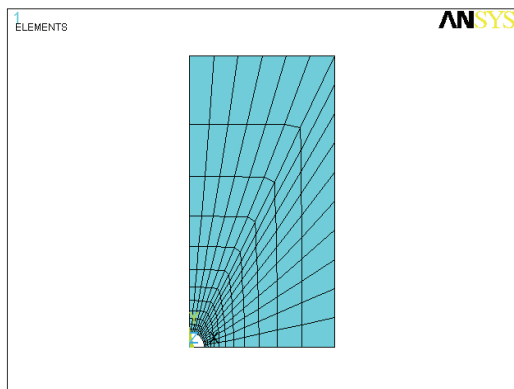

图 7-8 网格划分结果显示
12) 选择 Utility Menu | Plot | Elements 命令，ANSYS 显示窗口将显示网格划分结果，如图 7-8 所示。